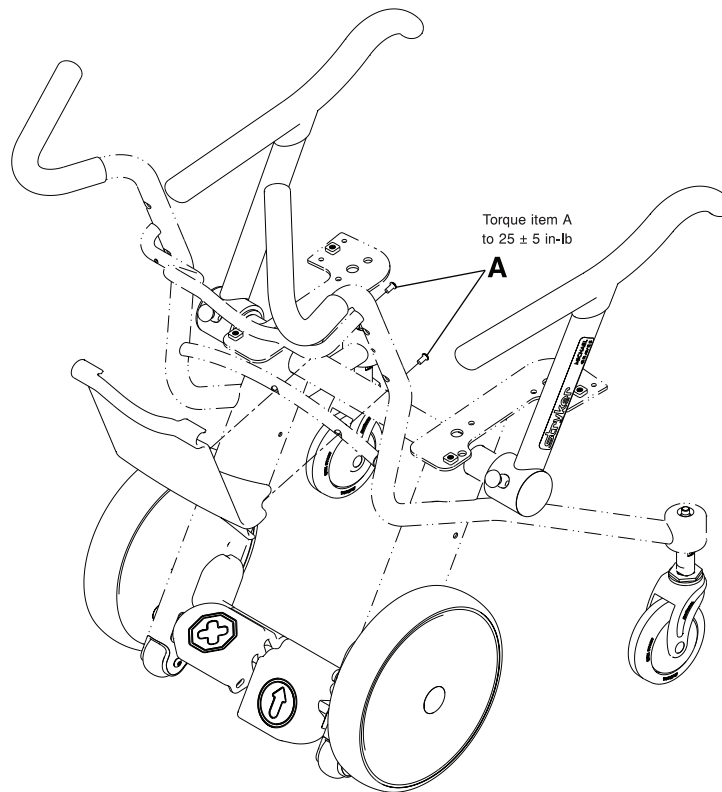

図15-22: 診療記録用ホルダーの交換
3. 5/32"六角レンチを使用して、診療記録用ホルダーの底部を車いすフレームに固定している丸押さえネジ (A) 2本を取り外します (15-40ページの図15-22)。ネジを保管しておきます。ネジを再度取り付ける際は、3/8"駆動トルクレンチを使用してネジを $25 \pm 5$  in-lb (  $2,8 \pm 0,6$  Nm ) のトルクで締めます。